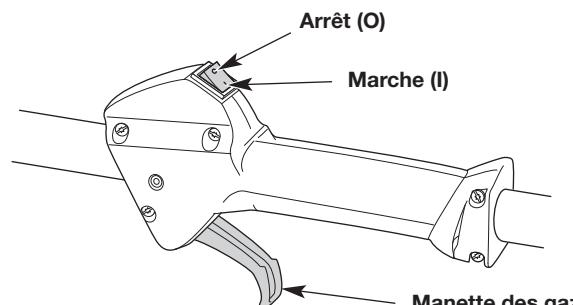

Fig. 5
- REMARQUE :** il n'est pas nécessaire de démarrer l'appareil. L'interrupteur de marche/arrêt est constamment en position de marche (I) (Fig. 5).
6. Appuyez sur la manette des gaz (Fig. 5) et tirez sur le câble de démarreur d'un mouvement contrôlé et ferme à **5 reprises** (Fig. 7).
2. Appuyez sur l'interrupteur de marche/arrêt et maintenez-le enfoncé en position d'arrêt (O) jusqu'à ce que le moteur s'arrête complètement (Fig. 5).